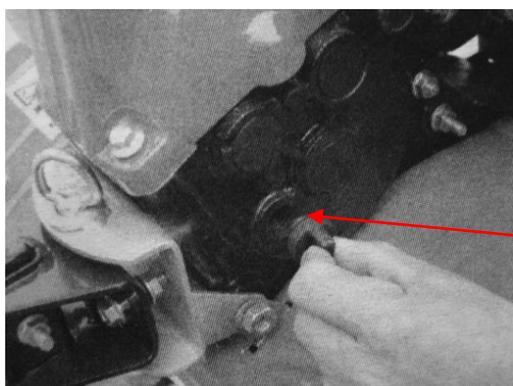

Figure 4
- Ustawić glebogryzarkę na poziomej nawierzchni i odkręcić korek ze wskaźnikiem poziomu oleju (patrz rys. 4)